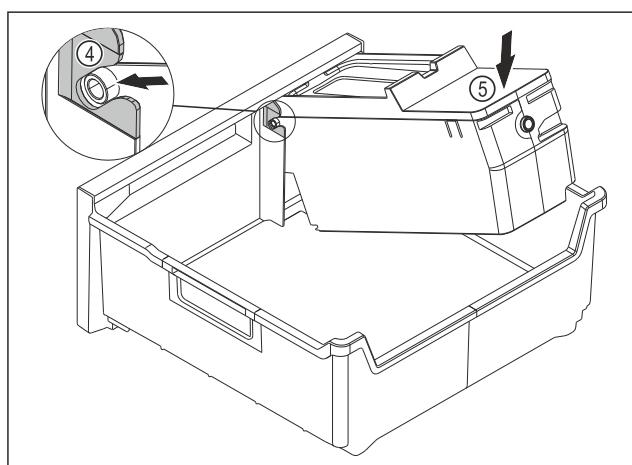

Fig. 95
- Izvadite tijelo sustava EasyTwist-Ice: Umetnute osovine tijela sustava EasyTwist-Ice u vodilice Fig. 95 (4).
- Pritisnite tijelo sustava EasyTwist-Ice Fig. 95 (5) otraga prema dolje.